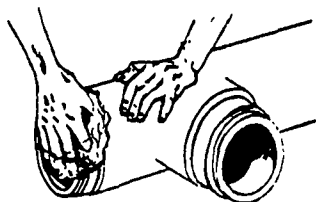

FIG. 2
- 2 - Limpar com estopa embebida em gasolina (fig. 2).